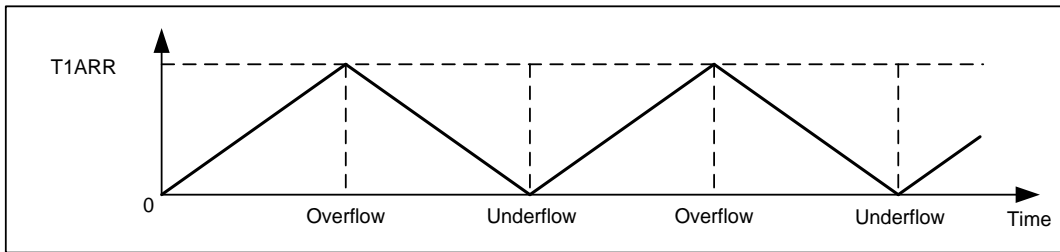
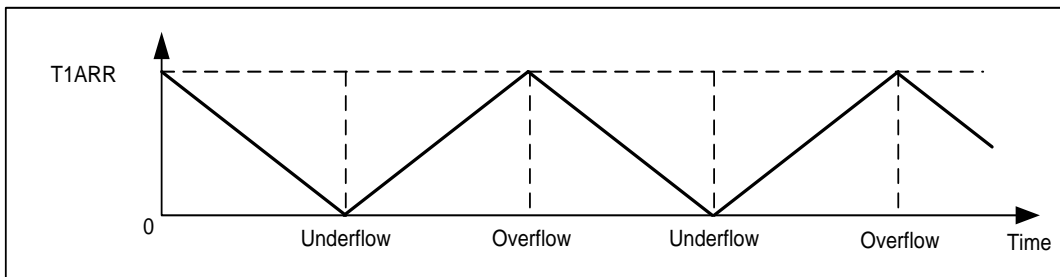

图 7-7 中央对齐模式 (T1DIR 初始化为 0)
图 7-8 中央对齐模式 (T1DIR 初始化为 1)
- 中央对齐模式**(向上/向下计数,  $T1CMS \neq 00$ ): 计数初始方向取决于 T1DIR 寄存器值(如图 7-7 和图 7-8 所示), 计数初始值为 T1CNT。如果 T1DIR 初始化为 0, 计数器从 T1CNT 开始向上计数, 当  $T1CNT = T1ARR$  时, 产生上溢事件; 然后计数器从 T1ARR 值开始向下计数, 当  $T1CNT = 0$  时, 产生下溢事件; 而后从 0 开始向上计数, 计数器不断重复上述过程。